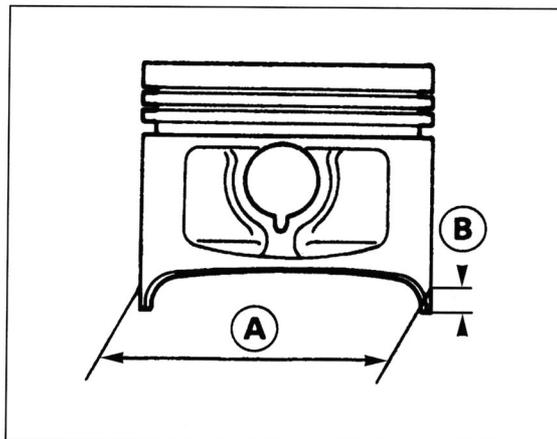

Bild 201
- ☞ Am Kolbenhemd 5 mm über Unterkante, im rechten Winkel zur Bolzenachse, Aussendurchmesser des Kolbens messen (Bild 201). Sollwert 73,942 – 73,957 mm. Verschleissmass 73,79 mm. Errechnetes Spiel des Kolbens im Zylinder im Neuzustand: 0,043 – 0,070 mm.